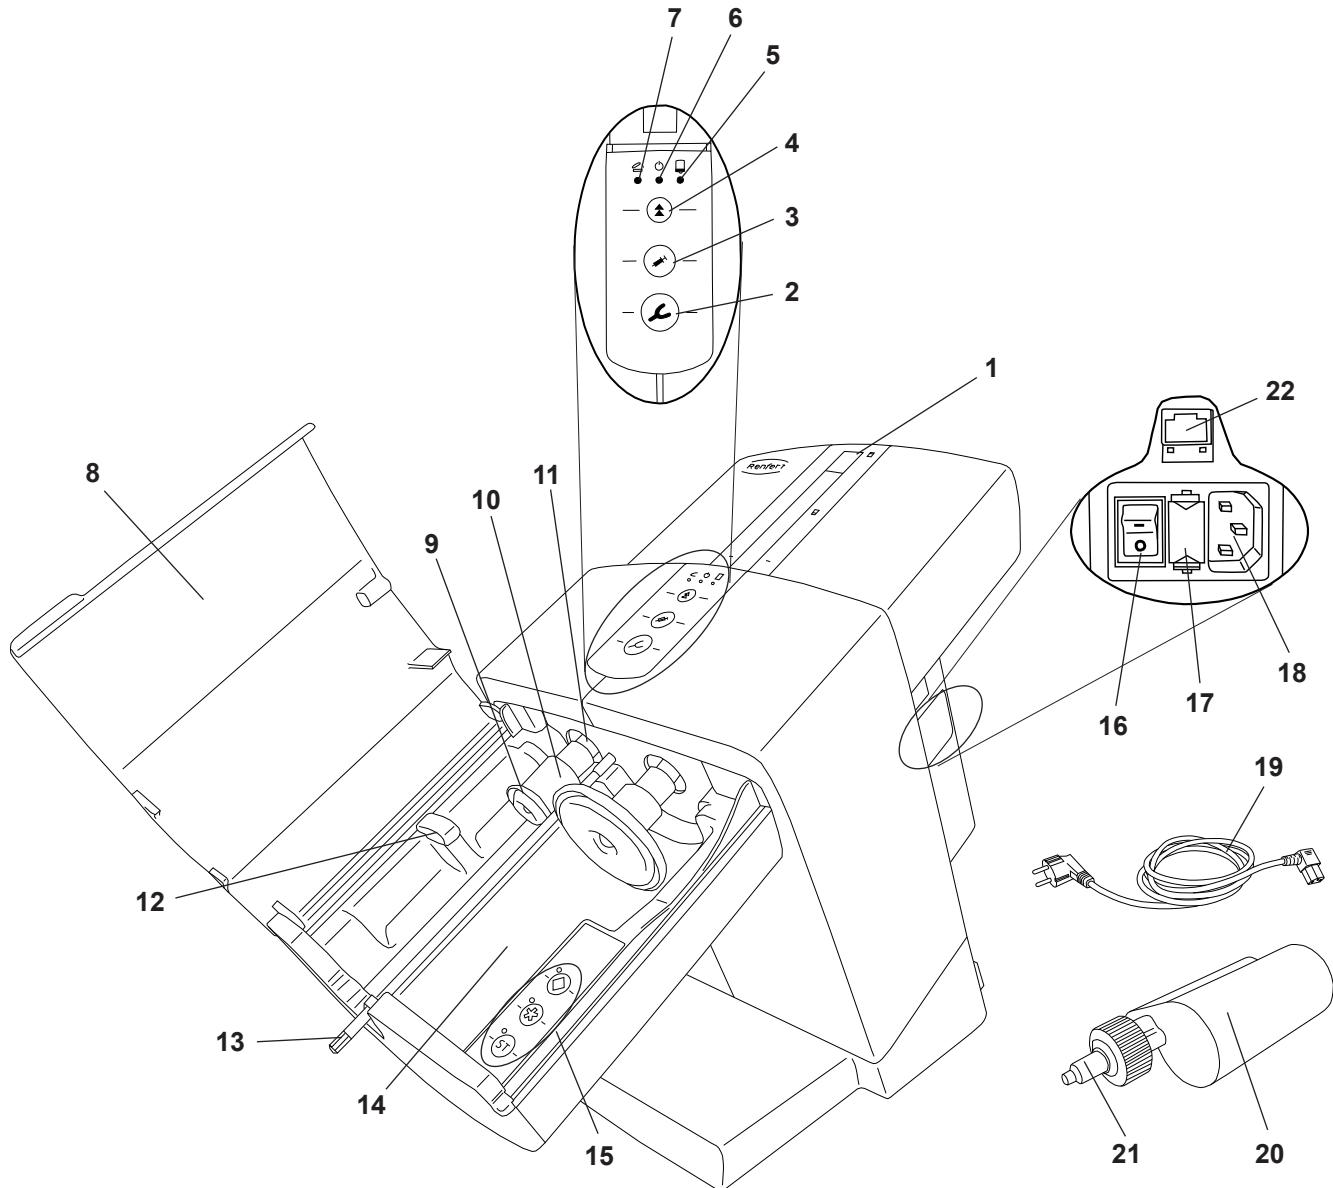

Рис. 1
- ⇒ Подключите прилагаемый кабель питания (19, Рис. 1) к главному гнезду питания (18).
- ⇒ Включите устройство с помощью главного выключателя (16).
- ⇒ Закройте крышку (8, Рис. 1) устройства.
- ⇒ Нажмите кнопку возврата (4).
- ◆ Зажимные диски (9, Рис. 1) возвращаются в исходное положение и останавливаются там.
- ⇒ Снимите транспортировочные крепежи (23).
Укладку и смену картриджа можно осуществлять, только если два зажимных диска (9, Рис. 1) находятся в исходном положении.
- ⇒ Закройте крышку блока (8, Рис. 1).
- ⇒ Откройте крышку блока (8, Рис. 1).
- ⇒ Картридж (20) вложить в устройство. Учитывать, чтобы картридж лежал под фиксатором (12).
- ⇒ Выберите программу смешивания (15), см. также главу 5.1.1. Информацию о программе смешивания можно найти на картридже в виде символа «звездочки» ⚡ или «калмаза» ◆.
- ⇒ Закройте крышку устройства (8, Рис. 1).
Крышку устройства можно закрыть только при правильно вложенном картридже. Если крышка устройства не закрыта надлежащим образом, светится красный светодиод „Крышка устройства открыта“ (7, Рис. 1).
- ⇒ Нажать клавишу подачи (2) или (3) и удерживать нажатой:
- Ложка для оттиска (2), высокая скорость выдавливания или
- Диспенсер (3), низкая скорость выдавливания
- ◆ Смесительный шестигранник (13, Рис. 1) начинает вращаться и автоматически входит в смесительное сопло (21, Рис. 1) и потом снова останавливается.